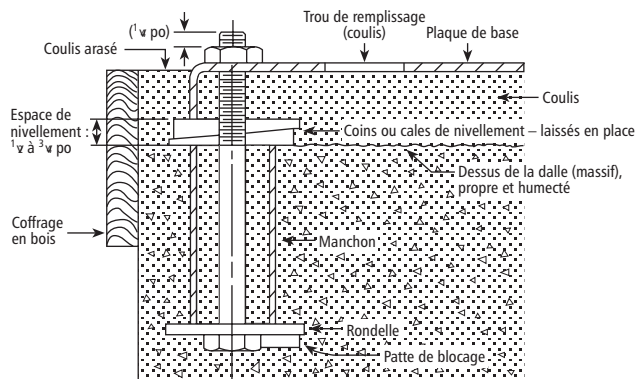

Figure 1
- Il est recommandé de remplir de coulis le vide entre la plaque de base et le massif de béton (fig. 1). Le massif doit reposer sur une semelle de fondations solide.